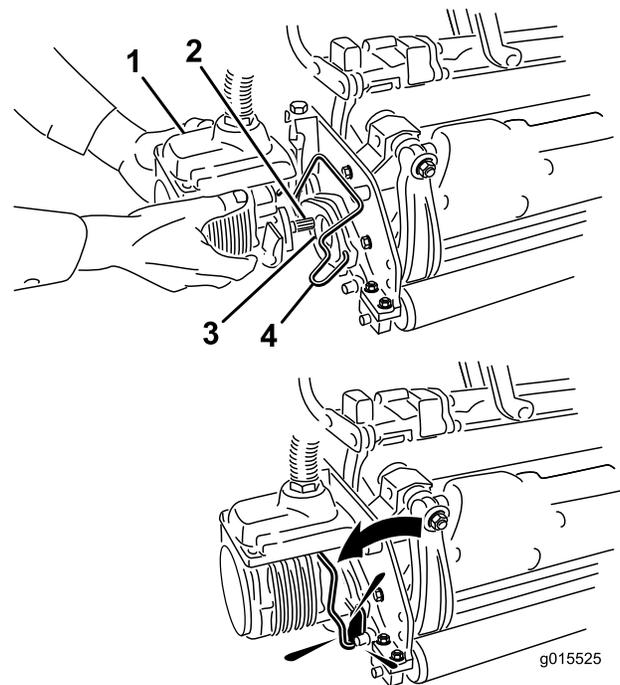

図 15
11. カuttingユニット用モータのスプラインシャフトにきれいなグリスを塗りつける (図 15)。
12. モータを、カuttingユニットの左側 (運転席から見て) に取り付け、カuttingユニットについているモータ固定バーを、モータの上から被せるようにセットし、モータの左右から「カチッ」というロック音が聞こえるまで押し下げる (図 15)。